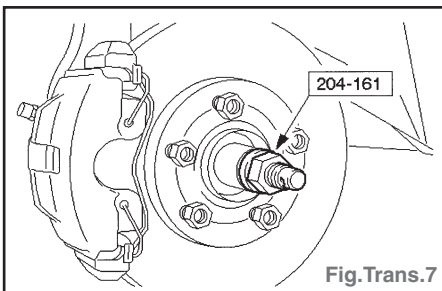

Fig. Trans.7
- Poser l'arbre de roue à l'aide de l'outil spécial (Fig. Trans.7).